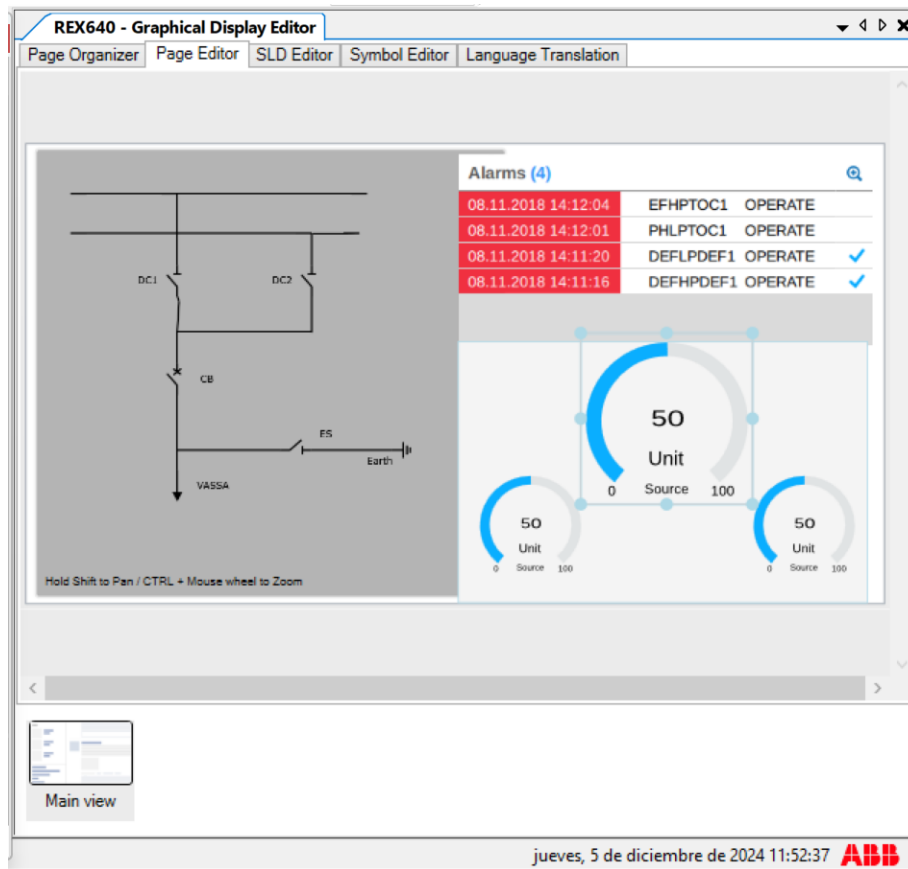

Imagen 158_Asignación de la segunda medición de Page Editor.
3.20 Seleccionamos el siguiente medidor y realizamos los mismos pasos hasta llegar a la ventana de “*Signal Windows*” como se muestra en la **Imagen 158**.